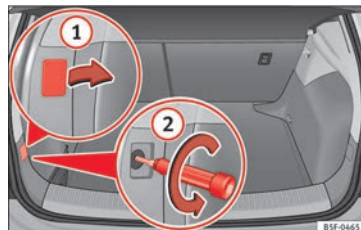

Fig. 217 Porta-bagagens: Posição do parafuso de fixação da unidade de luz traseira.
- Retire a cobertura fazendo alavanca com o lado plano de uma chave de fendas na reentrância, e retirando-a da abertura » **Fig. 217 ①**.
- Cuidadosamente, desaperte o parafuso que existe por trás com uma chave de fendas, no sentido contrário ao dos ponteiros do relógio (seta) » **Fig. 217 ②**.